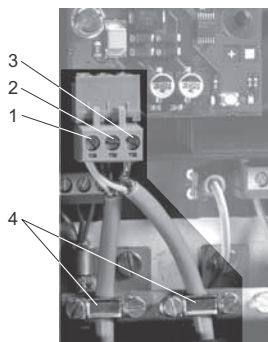

Fig. 2 Anslutning av LON
Se fig. 2.
Se fig. 2, pos. 3.
Kabelskärmen får aldrig anslutas till jord via jordklämma. Se fig. 2, pos. 4.